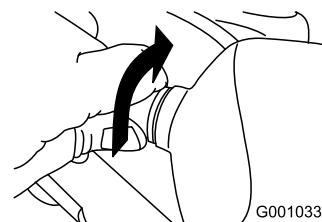

Рисунок 53
- Поверните цоколь лампы против часовой стрелки до упора (Рисунок 53).